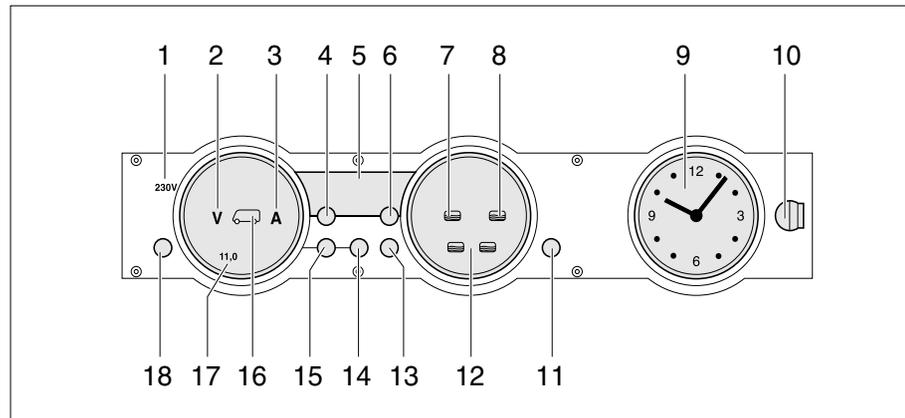

Bild 113 Panel MP 20-T
Die 230-V-Kontroll-Leuchte (Bild 113,1) leuchtet, wenn am Eingang des Elektroblocks Netzspannung vorhanden ist.
Der 12-V-Hauptschalter (Bild 113,18) schaltet das Panel und die 12-V-Versorgung des Wohnraums ein und aus.
- Taste "12V" (Bild 113,18) kurz drücken. Die 12-V-Versorgung des Wohnraums ist eingeschaltet. Die Kontroll-Anzeige "12 V" leuchtet.
- ▷ Wenn nach dem Einschalten die LED "11,0" der Voltanzeige sowie das Symbol Volt "V" (Bild 113,2) im Anzeigeelement Batterien (Bild 113,17) blinken, dann ist die Spannung der Wohnraumbatterie zu gering. Batterie laden.
- ▷ Wenn nach dem Einschalten die Kontroll-Anzeige "12 V", das Symbol Wohnraumbatterie (Bild 113,16) und das Symbol Volt "V" (Bild 113,2) dreimal blinken, dann ist die Batterietrennung aktiviert. Batterietrennung deaktivieren.
- Taste "12V" (Bild 113,18) kurz drücken. Die 12-V-Versorgung des Wohnraums ist ausgeschaltet. Die Kontroll-Anzeige "12 V" erlischt.
- Taste Wohnraumbatterie (Bild 113,14) drücken und ca. 10 Sekunden lang gedrückt halten. Die Symbole Volt "V" (Bild 113,2) und Ampere "A" (Bild 113,3) blinken dreimal. Die Wohnraumbatterie ist vom 12-V-Bordnetz getrennt.
- Taste "12 V" (Bild 113,18) drücken und ca. 5 Sekunden lang gedrückt halten. Das Symbol Volt "V" (Bild 113,2) blinkt dreimal. Die Wohnraumbatterie ist mit dem 12-V-Bordnetz verbunden. Die Kontroll-Anzeige leuchtet nach ca. 2 Sekunden.
- Taste Wohnraumbatterie  (Bild 113,14) drücken. Das Symbol Volt "V" (Bild 113,2) leuchtet. Das Symbol Ampere "A" leuchtet je nach Ladung oder Entladung weiß bzw. rot. Die Batteriespannung und der Strom der Wohnraumbatterie werden über die LEDs im Anzeigeeinstrument angezeigt.
- Taste Starterbatterie  (Bild 113,15) drücken. Das Symbol Volt "V" (Bild 113,2) leuchtet. Die Batteriespannung der Starterbatterie wird über die LEDs im Anzeigeeinstrument angezeigt.
- Taste Tanks "☰☷" (Bild 113,13) drücken. Die Symbole Wassertank "☰☷" (Bild 113,7) und Abwassertank "☷☰" (Bild 113,8) leuchten. Die Füllstände des Wassertanks (linke Skala) und des Abwassertanks (rechte Skala) werden über die LEDs im Anzeigeelement angezeigt.
Das Symbol Volt "V" (Bild 113,2) und die LED "11,0" blinken, sobald die Spannung der Batterie 11 V (Messung bei laufendem Betrieb) unterschreitet und damit Tiefentladung droht.
Das Symbol Wassertank "☰☷" (Bild 113,7) oder das Symbol Abwassertank "☷☰" (Bild 113,8) blinkt, wenn der Wassertank leer oder der Abwassertank voll ist.